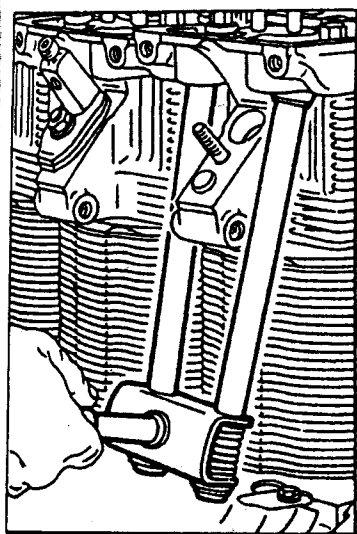

Рис. 25. Установка кожухов штанг
30. Установить пружины кожухов штанг в приспособление 6999-7673, установить резиновые прокладки на верхние концы кожухов штанг и опорные шайбы с резиновыми прокладками на нижние концы кожухов штанг. Смонтировать кожуха на двигатель (рис. 25).